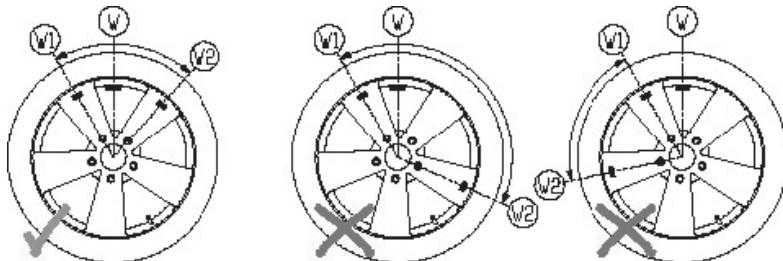

図 F5.7 「タイヤにマークされた最終ノズル角度」情報
- a) ノズルを 12 時の位置に回転させ、[P4] ボタンを押して続行します。この時点、図 F5.7 に示す情報が画面に表示されます。